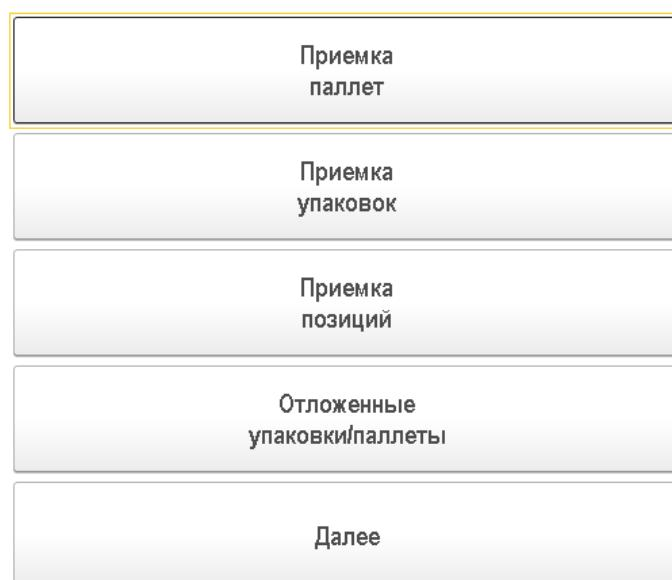

Рис. 3.4.4 Выбор режима сверки
- Отложить выполнение указанных действий - командой **«Отложить паллету»**, после чего система добавит обрабатываемую паллету в список отложенных и вернётся к режиму выборочного перебора других паллет (Рисунок 3.4.4).